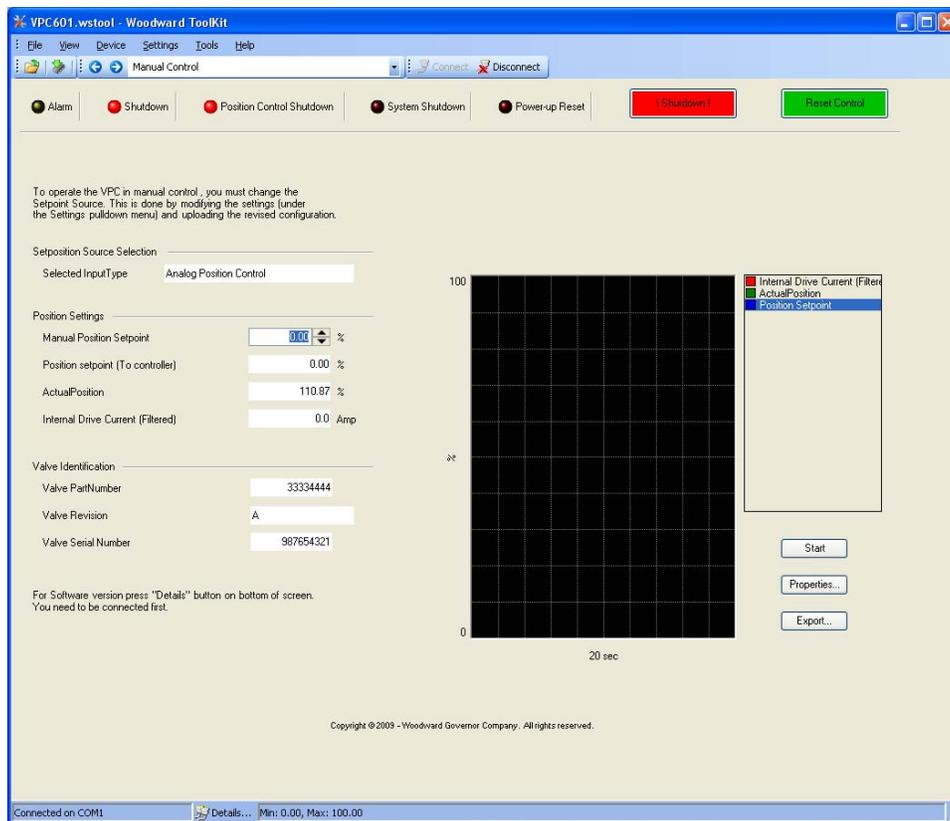

図 4-9. 手動制御画面
**Manual Control** - 手動 弁ストロークモードを表示 (図 4-9).
手動制御画面は、GS16の作動を確認するトラブルシュート及び初期設定時に使います。この画面はまた、位置指令、弁開度、モーター電流レベル及び弁のIDなどの変化に対するシステムの反応を監視するのにも使われます。(図 4-9)